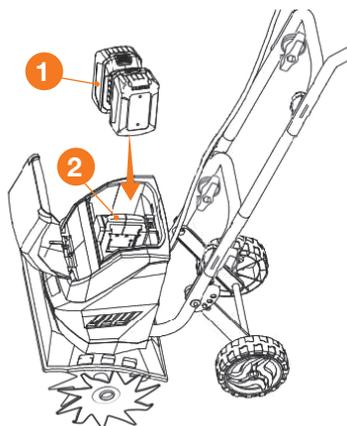

Рис. 5
- Установите аккумуляторы **1** в разъемы **2** аккумуляторного блока в корпусе культиватора (Рис. 5).
- Извлеките аккумуляторы **1** (Рис. 5).